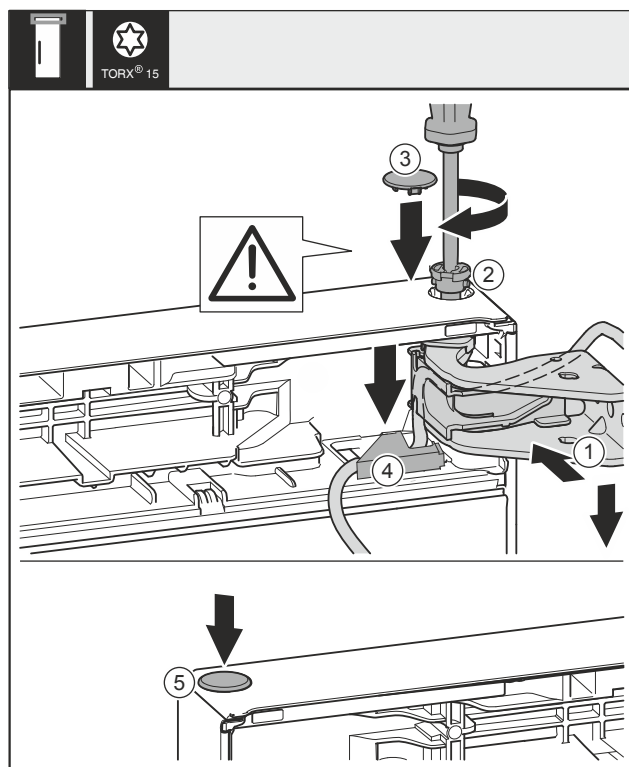

Fig. 45
- ▶ Wyrównać drzwi u góry względem otworu w płycie zawiasu Fig. 45 (1).
- ▶ Założyć sworzeń Fig. 45 (2) i dokręcić śrubokrętem.
- ▶ Zamontować osłonę zabezpieczającą w celu zabezpieczenia drzwi: Włożyć osłonę zabezpieczającą Fig. 45 (3) i sprawdzić, czy przylega ona do drzwi. Ponadto założyć całą sworzeń.
- ▶ Włożyć osłonę Fig. 45 (4) i docisnąć do dołu, aby się zatrzasnęła.
- ▶ Założyć zatyczkę Fig. 45 (5).